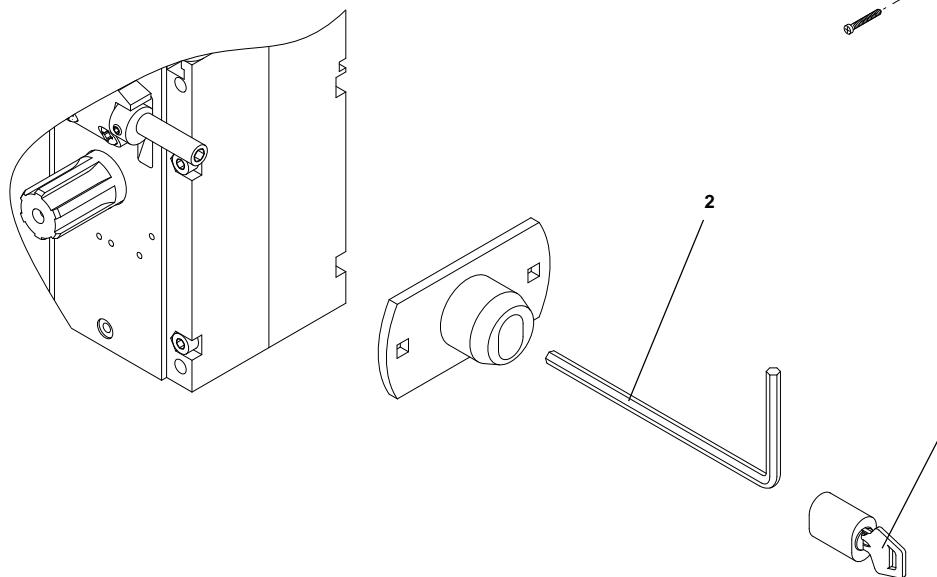

Fig.12
7.3 Sblocco esterno con chiave personalizzata (fig. 12).
7.3 External release with personalized key (fig. 12).
- Remove the block with the personalized key 1
7.3 Déblocage extérieur avec clé personnalisée (fig. 12)